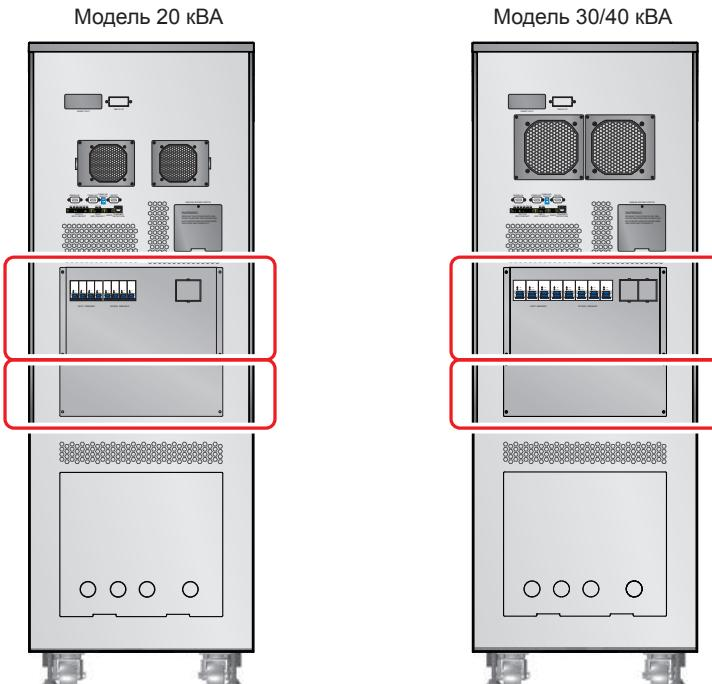
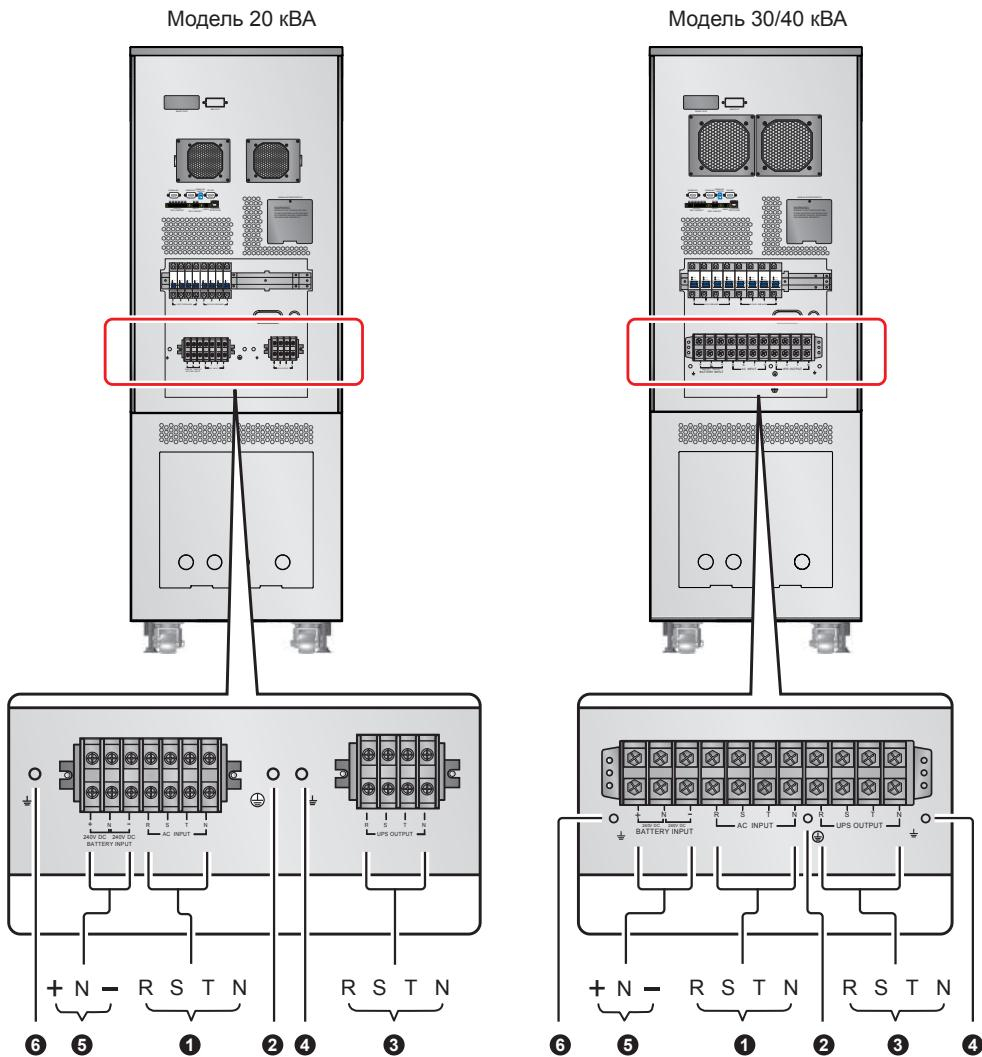

Рис. 6-5. Расположение защитных панелей
Рис. 6-8. Блок зажимов
- 1 Снимите крышки, показанные на *рис. 6-5*, для доступа к блоку зажимов (см. *рис. 6-8*).
- 2** Убедитесь, что вы разобрались с подключениями к блоку зажимов, показанными на *рис. 6-8*.